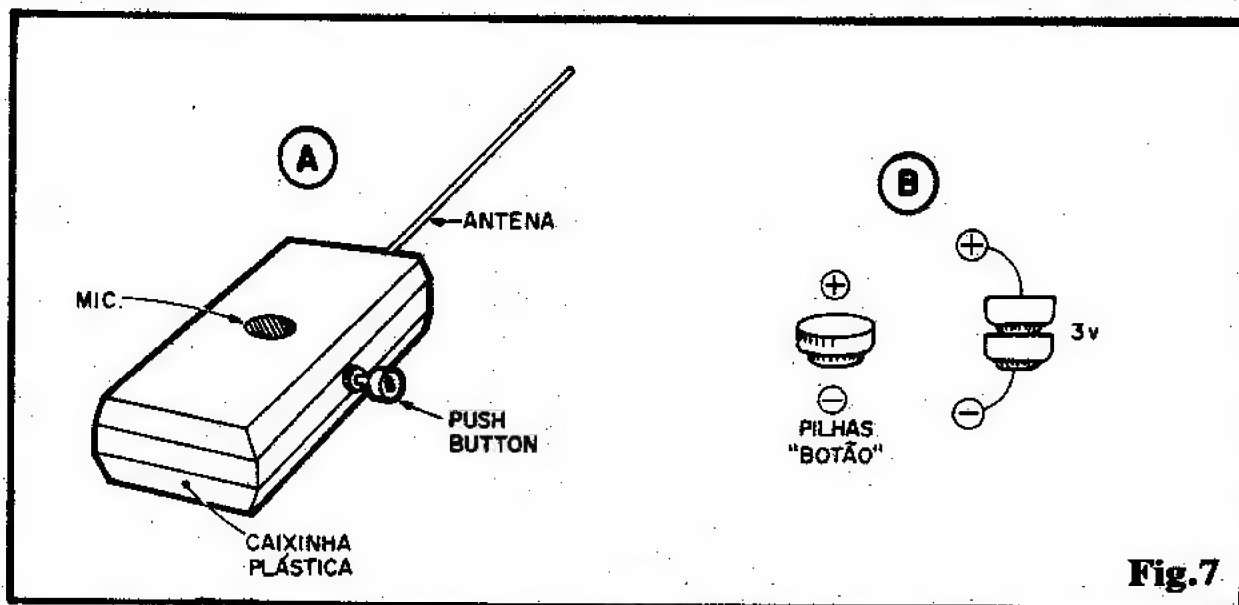

Fig.7
**- FIG. 7 - CAIXA, OPÇÕES DE ALIMENTAÇÃO, AJUSTES**